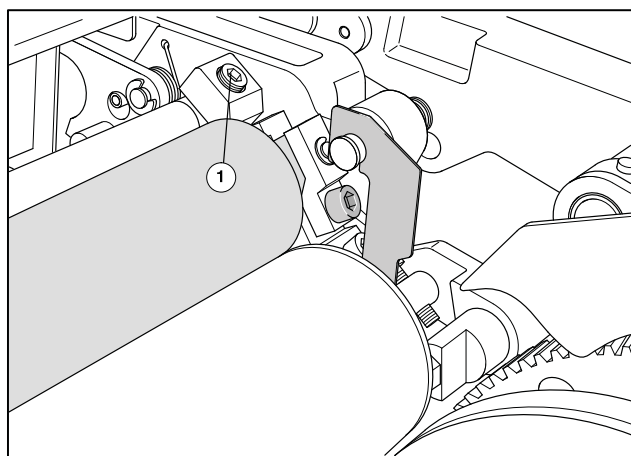

図19 水着けローラ/水元ローラのニップ幅の調整
- ④ ニップ幅が1～1.5mmになるように、イモネジ(図19/①)を回して調整します。ネジを右に回すとニップ幅が広がります。左に回すと狭くなります。